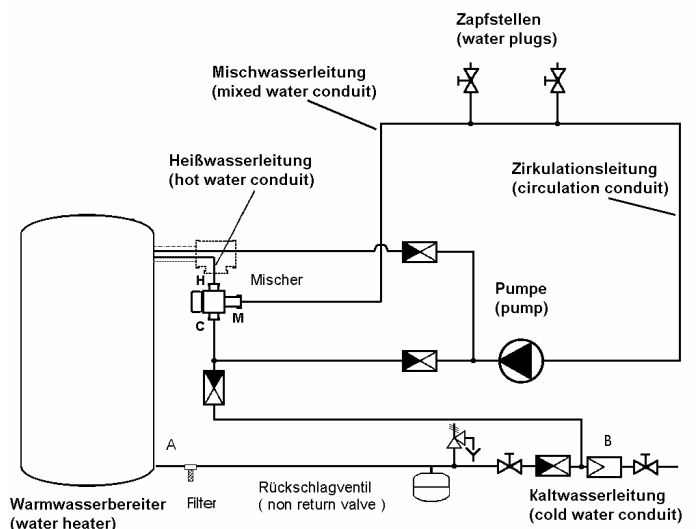

Abb. 3
Das Zirkulationsset wird gemäß Anschlussschema (Abb. 3) am Warmwasserstutzen (3) montiert. Dabei ragt die Lanze in den Edelstahl-Wellrohr-Wärmetauscher (4) des Speichers.